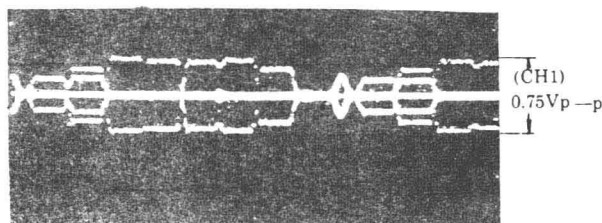

图12 COM(延迟线)触发电平
(7) 色信号振荡基准频率的确认: PS303(4)输入 PAL 彩条信号, PS302(7)输入 FM 信号, 频率计接 TL320, 要求频率计指示 $f = 4433618 \pm 150\text{Hz}$ 。
(8) COM(延迟线)触发电平的确认: PS303(4)输入 PAL 彩条信号, PS302(7)输入 FM 信号, 示波器接 PP805(7), 机器置重放状态, 要求: COM 电平为标准值 $\pm 30\%$, 见图 12 所示。